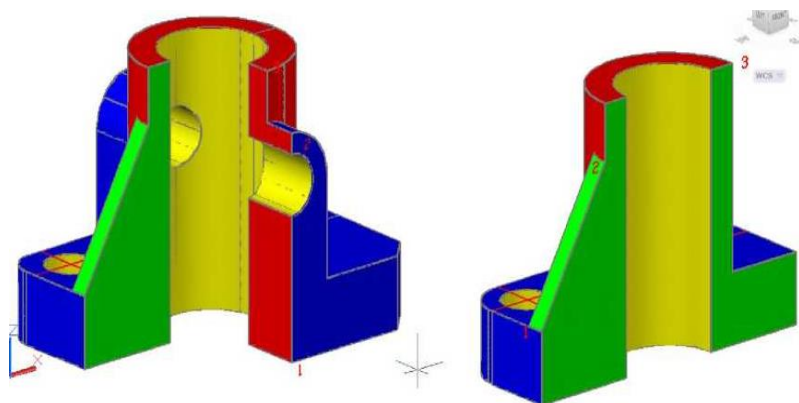

Рис. 49 – Фронтальный разрез и четвертной комбинированный вырез на моделях геометрических тел
4. **Четвертной комбинированный вырез.** Для выполнения выреза на комбинированном теле модели из лабораторной № 12 необходимо команду **Slice (Разрез)** повторить дважды: фронтальный разрез аналогично разобранным пункту 6, профильный разрез выполняется по цилиндрическому фланцу модели с цилиндрическим отверстием (вспомогательные точки 1, 2, 3 указаны на модели № 6). Обязательным условием выполнения этого четвертного выреза является положительный ответ на запрос последней опции при выполнении обоих разрезов: **keep Both sides** – оставляет обе части разрезанного тела (рисунок 49).